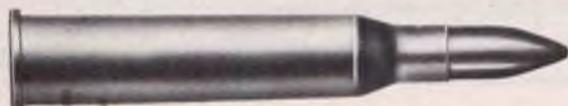

Bild 13: Patrone mit Rand
c) **Flaschenhals-Hülsen** haben die Form einer Flasche, (man nennt das auch Schulter), wobei der Winkel der Hülsenwand, wie auch des flaschenförmigen Halses, der Schulter, sehr unterschiedlich sein kann (siehe Bild 13).